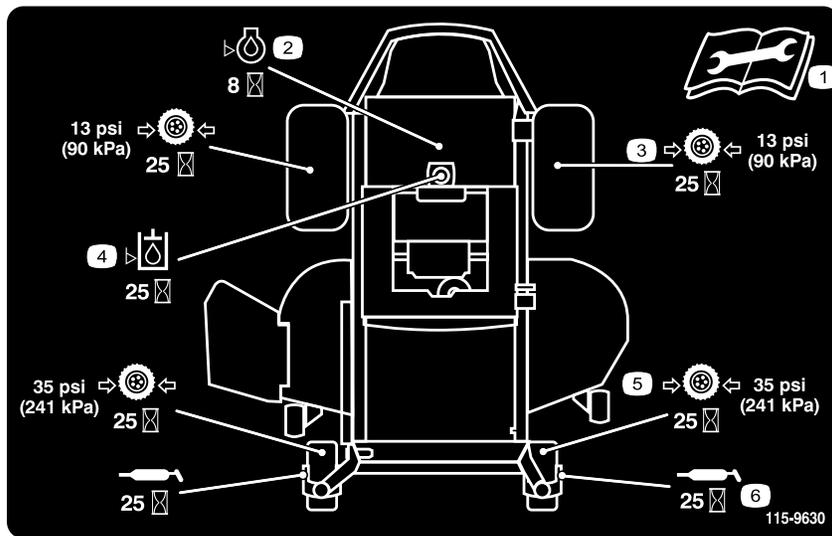

Figure 33
3. Nettoyez les graisseurs (Figure 34 et Figure 33) à l'aide d'un chiffon. Grattez la peinture qui pourrait se trouver sur le devant des graisseurs.
4. Raccordez une pompe à graisse à chaque graisseur (Figure 34 et Figure 33). Injectez de la graisse dans les graisseurs jusqu'à ce qu'elle commence à sortir des roulements.